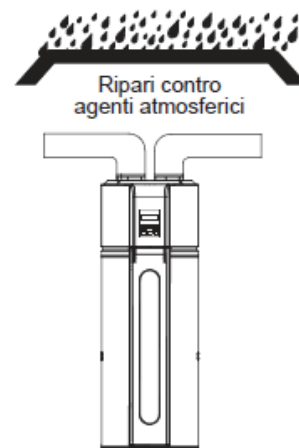

Fig.10
- Se l'unità è connessa ad un condotto che raggiunge le zone esterne, è necessario impermeabilizzare il condotto per evitare che l'acqua si infiltri all'interno dell'unità stessa (Fig. 10)